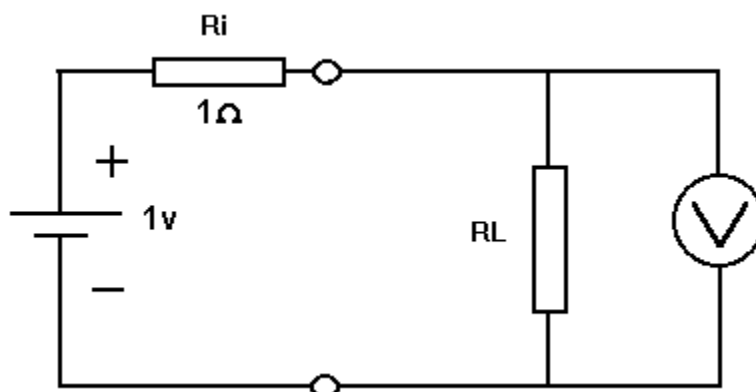

Figura 1. Medición de la resistencia interna de una fuente de tensión.
3. Arme el circuito de medición de la Figura 1. Coloque una resistencia $R_i = 1\Omega$.